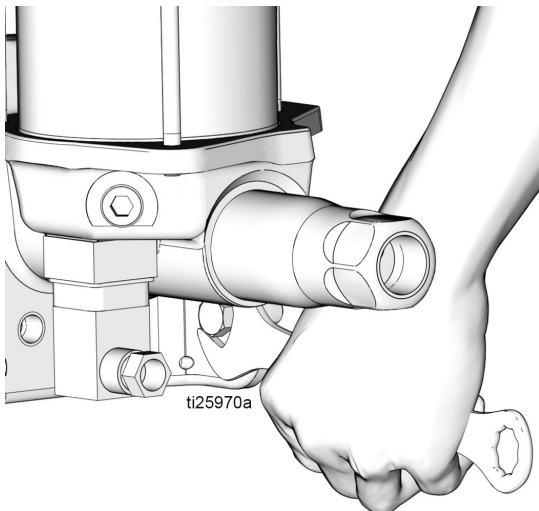

FIG. 11
5. Rimuovere le viti di fissaggio (FIG. 11) e portare la pompa fuori servizio.